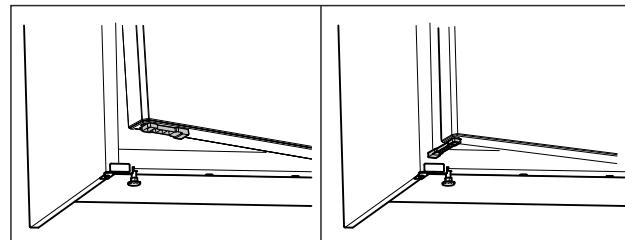

Fig. 56 *
- Rrotulloni me 90° kufizuesin e hapjes së derës. (shihni Fig. 56) *